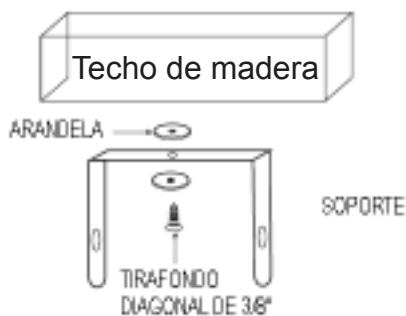

Figura 4a. Montaje de un solo tornillo
NOTA: Si desea que el calefactor gire hacia la derecha o hacia la izquierda, se recomienda agregar una arandela a ambos lados del soporte. Es posible que se necesite un tirafondo más largo para sujetar la unidad correctamente. Consulte la figura 4a.
1. Para girar la unidad, cuando esta se ha instalado con un solo tirafondo (como se muestra en la figura 4a), simplemente gire todo el calefactor según sea necesario. La unidad no se puede girar en sentido horizontal si se instaló con 2 tirafondos.